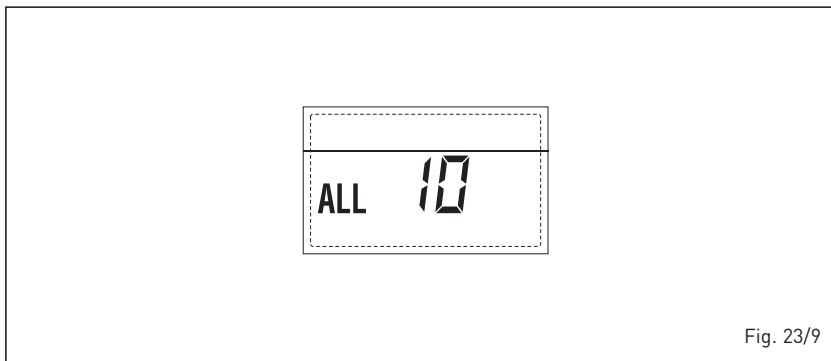

Fig. 23/9
- **INTERVENCIÓN Sonda HUMOS “ALL 13” (fig. 23/10)**